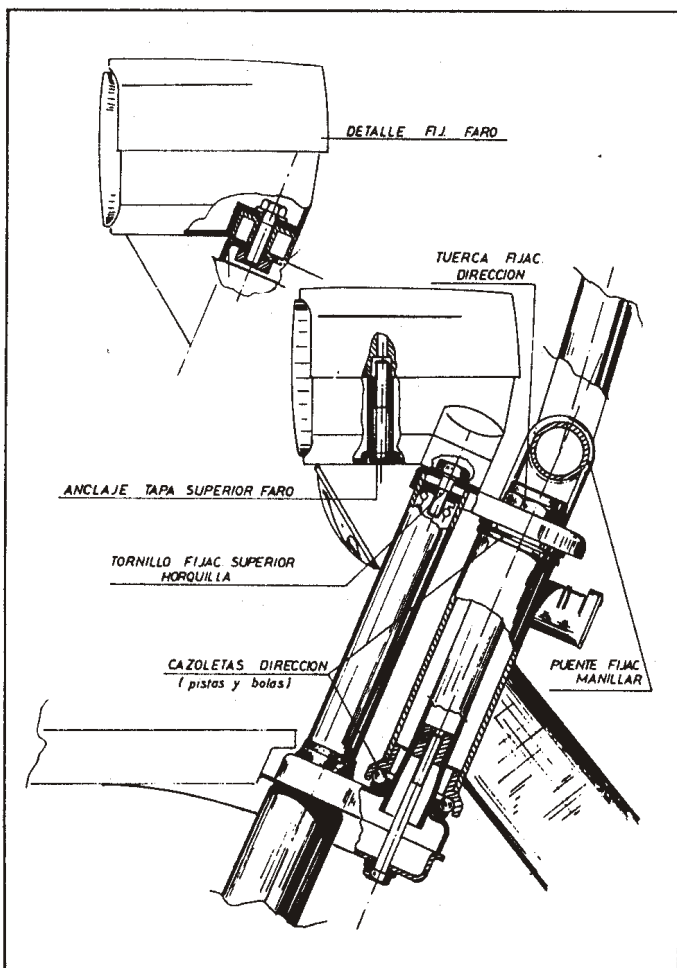

Fig. 6D
- Aflojar y quitar los tornillos de fijación semicaja superior indicados en la figura; una vez desmontada la semicaja se desconectarán los cables eléctricos (conmutador) (fig. 6D).